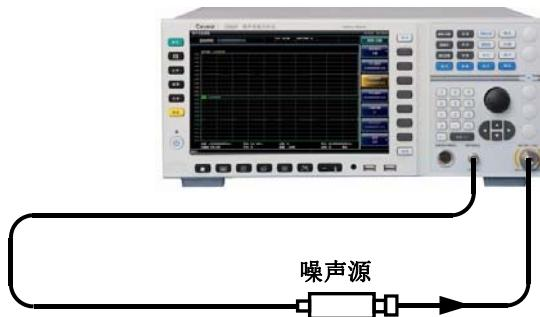

图 3.42 校准连接图
- 步骤11.** 如图3.42所示进行校准连接，按【校准】键，连续按两次【校准】菜单键开始进行校准。